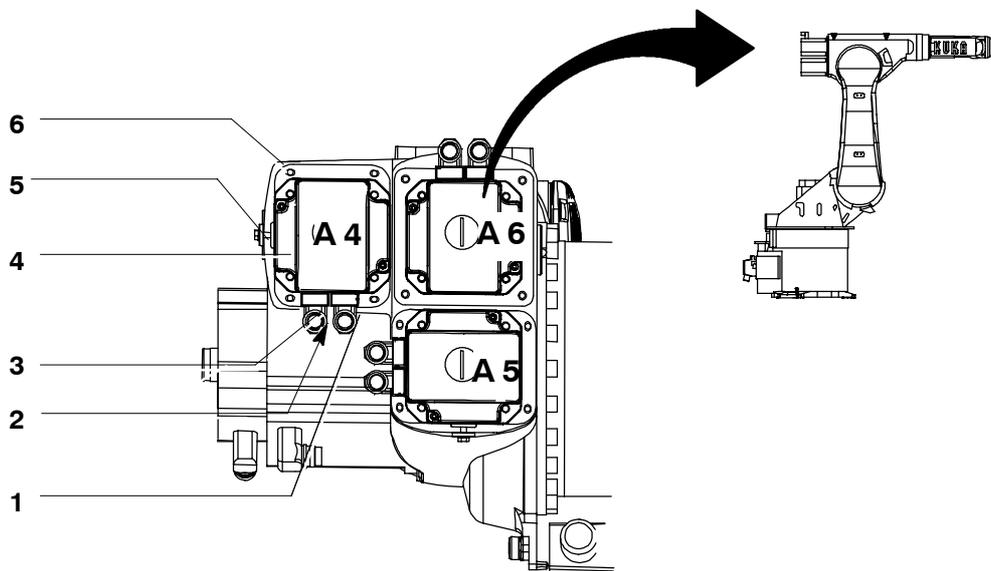
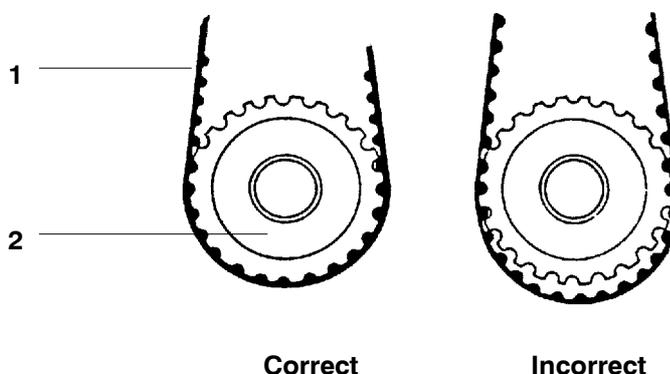

Fig. 118 Démontage et montage de l'entraînement de l'axe du poignet A4
Fig. 119 Courroies dentées et pignons de courroie dentée
- (1) Desserrer et retirer les connecteurs XM4 et XP4 des connecteurs femelles (Fig. 118/1, 3).
- (2) Enlever le couvercle (2).
- (3) Desserrer la vis de réglage (5) de plusieurs tours.
- (1) Le cas échéant procéder à la déconservation de l'entraînement de l'axe du poignet A4 (Fig. 118/4) afin de le monter. Poser la courroie dentée (Fig. 119/1) sur le pignon de courroie dentée (2).
Monter l'entraînement de l'axe de poignet de façon à ce que les connecteurs femelles (Fig. 118/1, 3) destinés aux connecteurs XM4 et XP4 se trouvent en bas.
Lors du montage de l'entraînement de l'axe du poignet, veiller à ce que la courroie dentée et le pignon de la courroie dentée s'engrènent conformément à la Fig. 119.
- (2) Monter quatre vis à six pans creux M6x25 (Fig. 118/6) sans oublier les rondelles-frein et serrer ensuite les vis à tête hexagonale jusqu'à ce que l'unité d'entraînement puisse être poussée sans jeu.
- (3) Régler la tension de la courroie dentée (voir le chapitre 11, "Instructions de réglage").
- (4) Serrer légèrement la vis de réglage (5).
- (5) Connecter les connecteurs XM4 et XP4.
- (6) Le cas échéant, monter le couvercle (2).
- (7) Procéder au réglage du point zéro (voir manuel logiciel KR C4, chapitre "Mise en service", paragraphe "Calibration/Décalibration du robot").
- (8) Vérifier la tension d'une courroie dentée neuve après env. 100 heures de service (voir le chapitre 11, "Instructions de réglage").